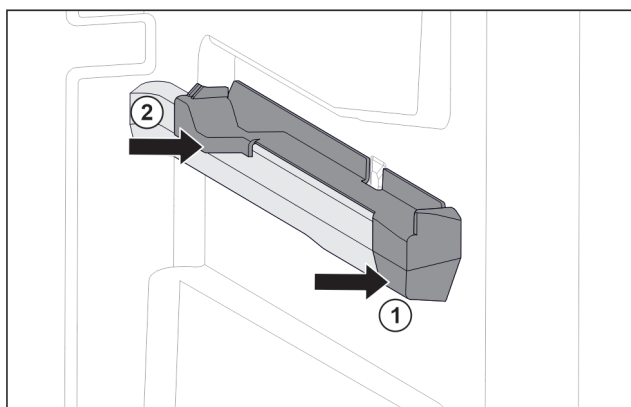

Fig. 115 Élément emboîtable sur la nervure de récipient droite
- Poser le devant de l'élément emboîtable contre la nervure de récipient. Fig. 115 (1)
- Enfoncez l'arrière de l'élément emboîtable. Fig. 115 (2)